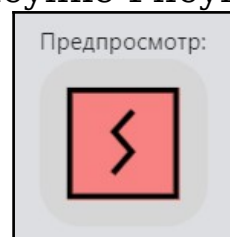

Рисунок 12.247 – Отображение анимации «Изменение размера» для ИП-164
– **«Изменение размера»** – устройство будет увеличиваться и уменьшаться в соответствии с интервалом анимации, как показано на рисунке Рисунок 12.247;